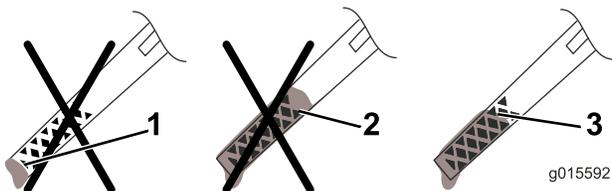

Figure 10
5. Pour déterminer le niveau d'huile correct indiqué par la jauge, voir (Figure 10).
**Remarque:** Versez de l'huile dans le carter moteur jusqu'à ce que la jauge indique le niveau correct, comme illustré à la Figure 10. Si vous remplissez excessivement le carter moteur, vidangez l'excédent d'huile comme expliqué en Vidange et remplacement de l'huile moteur (page 12).